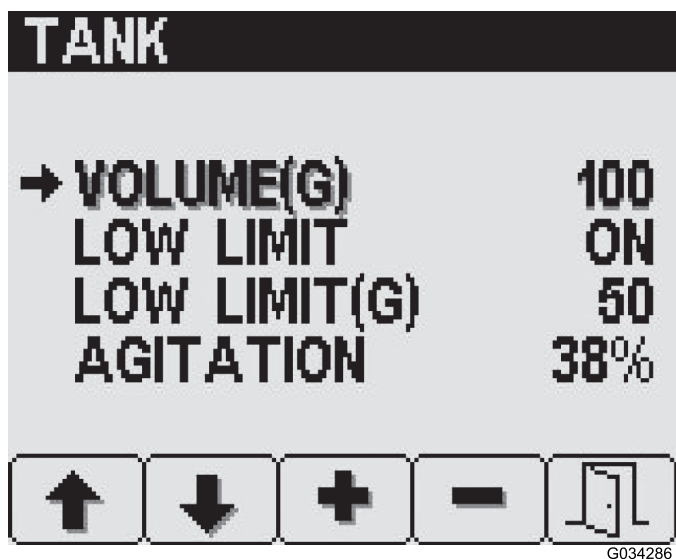

Рисунок 10
2. Нажимая кнопку 2, перейдите к пункту, который требуется изменить (Рисунок 10).
3. Установите требуемое значение с помощью кнопок 3 и 4 (Рисунок 10).